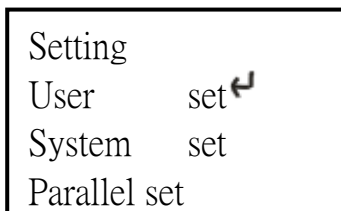
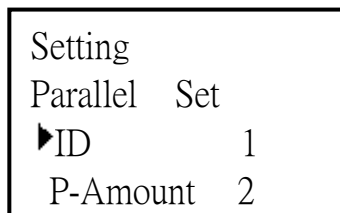

Рис. 4 Настройка меню
Рис. 5 Настройки параллельного соединения
3. Далее нажать кнопку «вперед» или «назад», выбрать «setting» (настройки) и для входа меню настроек нажать ENT (ВВОД) (см. Рис. 4). Для навигации в меню нажимать кнопку «вперед» или «назад», выбрать «parallel set» (настройки параллельного соединения) и нажать ENT для входа в соответствующее меню (см. Рис. 5).